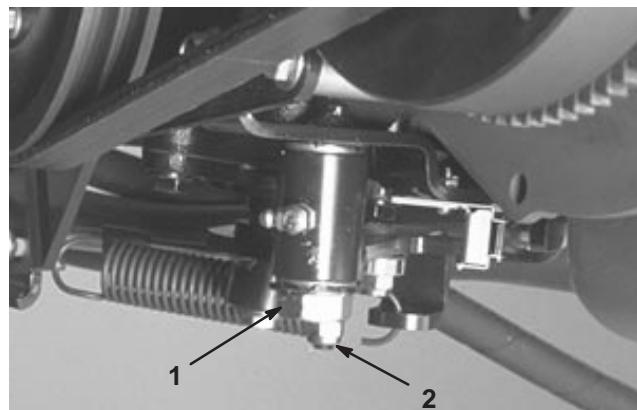

Figure 55
3. Desserrez le contre-écrou de la came de réglage de transmission (Fig. 55).